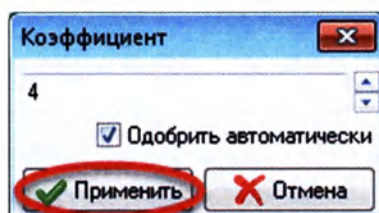

Рисунок 11.15
5. Нажмите кнопку «Применить» (Рисунок 11.15):